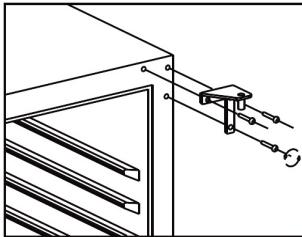

Abb. 5.3
- Das rechte, obere Scharnier abmontieren und für späteren Gebrauch aufbewahren. Siehe Abb. 5.3